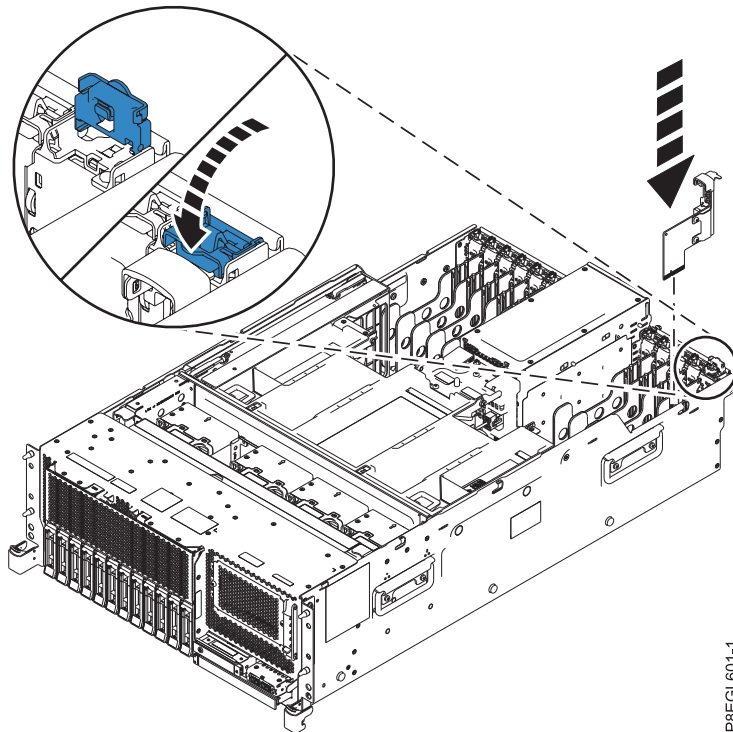
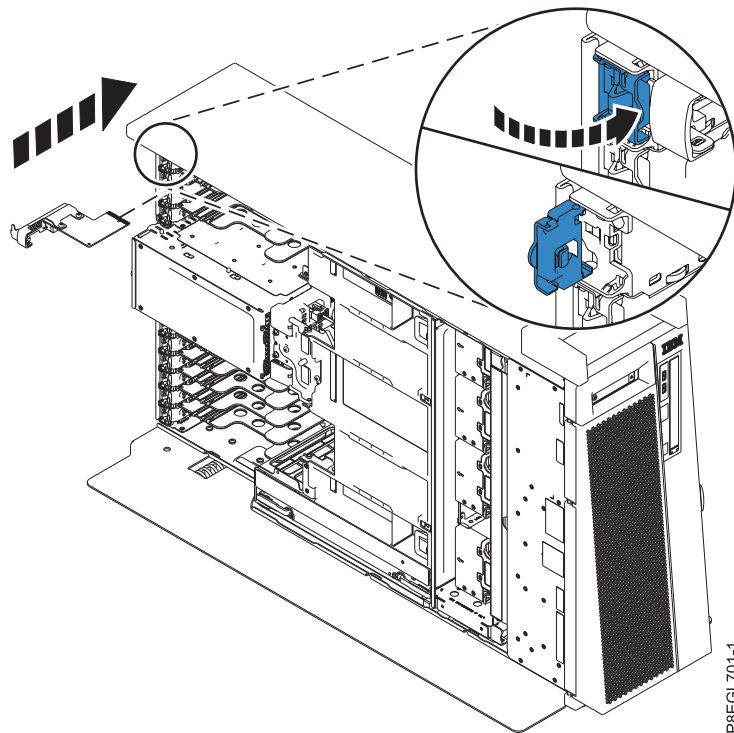

Figura 3. Sustitución de la tarjeta de E/S del sistema en un sistema montado en bastidor
Figura 4. Sustitución de la tarjeta de E/S del sistema en un sistema autónomo
2. Con el pestillo de bloqueo azul en posición de apertura, alinee la tarjeta de E/S del sistema con los rieles de guía del sistema e inserte la tarjeta en la ranura de la tarjeta, como se muestra en la Figura 3 y en la Figura 4 en la página 7.
3. Gire el pestillo de bloqueo azul en la dirección que se muestra en la Figura 3 y en la Figura 4 en la página 7 para bloquear la tarjeta de E/S del sistema y que quede bien colocada en su posición.